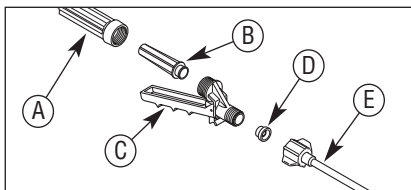

Figura 3. Ensamble el dispositivo de cierre y la extensión
1. Instale el filtro (B) en el mango (A). Vea la figura 3.
2. Ensamble el dispositivo de cierre (C) en el mango (A) y ajuste firmemente.
3. Asegúrese de que el asiento de válvula (D) se encuentre en el extremo del dispositivo de cierre (C).
4. Instale la extensión (E) en el extremo del dispositivo de cierre (C). Ajuste la tuerca firmemente.